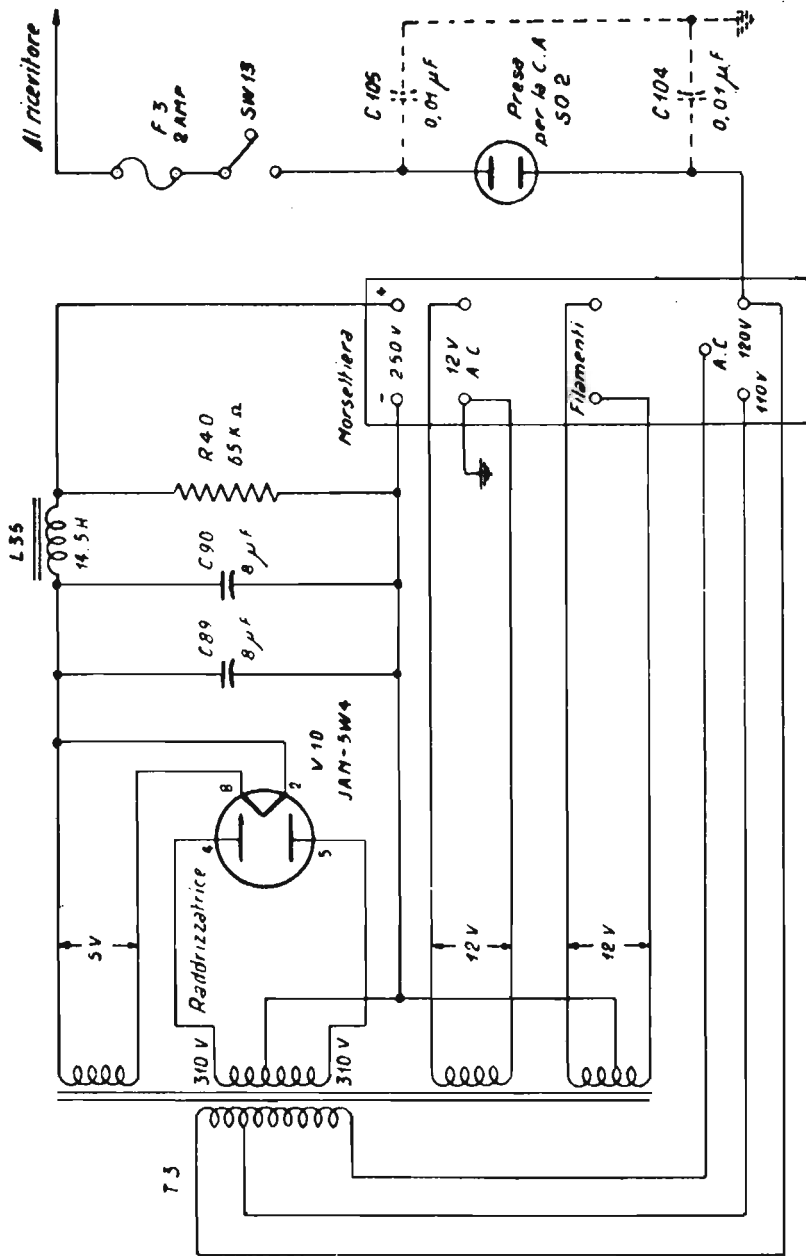

Fig. 15. Raddrizzatore RA-20. Schema elettrico
- b) Il trasformatore d'alimentazione T3 ha un primario e quattro secondari (fig. 15).
Questi condensatori che nella fig. 15 sono disegnati tratteggiati servono ad evitare che eventuali correnti di R.F. si riversino sui circuiti di alimentazione.